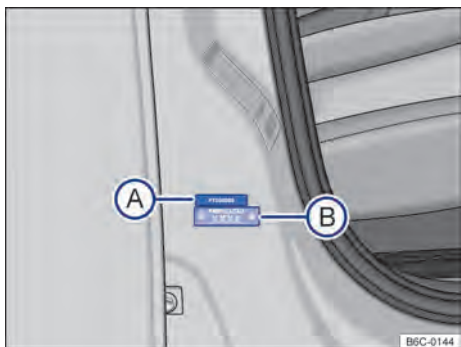

Fig. 176 Na coluna da porta dianteira direita: etiqueta com número de identificação do veículo parcial (A) e etiqueta do ano de fabricação (B).
As etiquetas com o número de identificação do veículo parcial estão localizadas na coluna da porta dianteira direita → Fig. 176 (A) e na coluna da suspensão esquerda. Estas etiquetas são destruídas ao serem removidas. Para chegar ao número de identificação do veículo parcial na coluna da suspensão esquerda, abrir a tampa do compartimento do motor ⚠ → Página 192.
A etiqueta com o número de identificação do ano de fabricação está localizada na coluna da porta dianteira direita → Fig. 176 (B). Esta etiqueta é destruída ao ser removida.